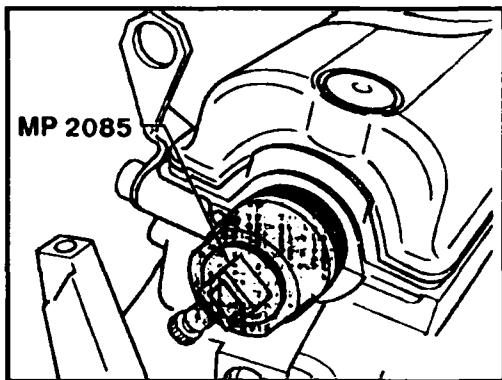

Рис. 2.29 Специальное приспособление для снятия сальника распредвала
- ◆ Возьмите приспособление 2085, показанное на рис. 2.29, и выверните внутреннюю часть на два оборота (около 3 мм) из наружной (внешней) части, а затем застопорите ее в этом положении болтом с накаткой.
- ◆ Ослабьте болт с насечкой (В, рис. 2.29) и вращайте часть (А) приспособления до тех пор, пока сальник не будет демонтирован из своего отверстия.